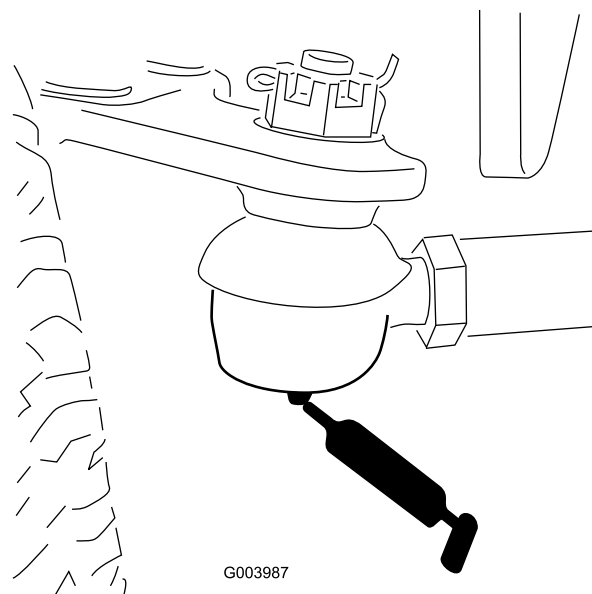

Рисунок 57
- Тяги заднего моста (2) (Рисунок 57)